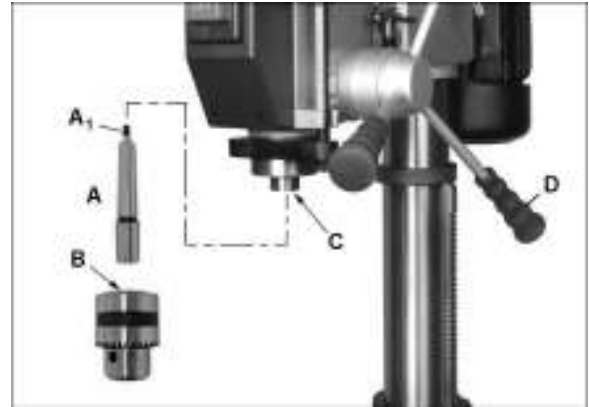

Рис. 6-2: установка патрона и оправки
1. Установите 3 рукоятки подачи в муфту штурвала (D, Рис. 6-2).
17. Тщательно очистите оправку (A, Рис. 6-2), патрон (B) и шпиндель (C). Наличие смазочных материалов или их следов на поверхностях оправки, патрона и шпинделя может стать причиной их отсоединения друг от друга и создать опасность получения травм, а также поломки инструмента.
19. Установите патрон (B) в оправку (A) вручную, затем плотно вставьте собранный узел в шпиндель (C).